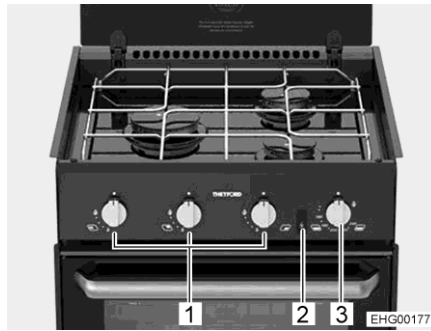
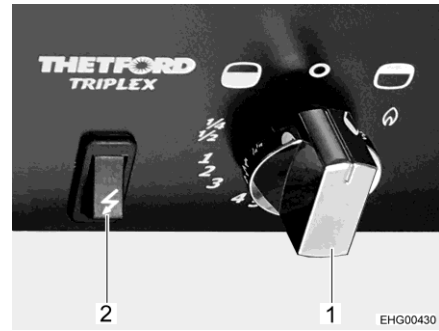

Bild 157 Spis med gaskokplattor
Bild 158 Reglage (gasugn med grill)
- Tryck på vridregulatorn (Bild 157,1) på önskad platta, vrid till tändposition (stor flamma) och håll nedtryckt tills flammen brinner (maximalt i 15 sekunder).
- Tryck vridregulatorn (Bild 157,3 och Bild 158,1) och ställ den moturs (i riktning mot ugn-symbolen "☪") till maximal ställning.
- Tryck på vridregulatorn (Bild 157,3 och Bild 158,1) under 5 till 10 sekunder. Gasen strömmar till brännaren.
- Tryck på tändaren (Bild 157,2 och Bild 158,2) tills lågan tänds.
- Tryck vridregulatorn (Bild 157,3 och Bild 158,1) och ställ den medurs (i riktning mot grill-symbolen "☪") till flammans symbol.
- Ställ vridregulatorn (Bild 158,1) på "0". Flammen slocknar.